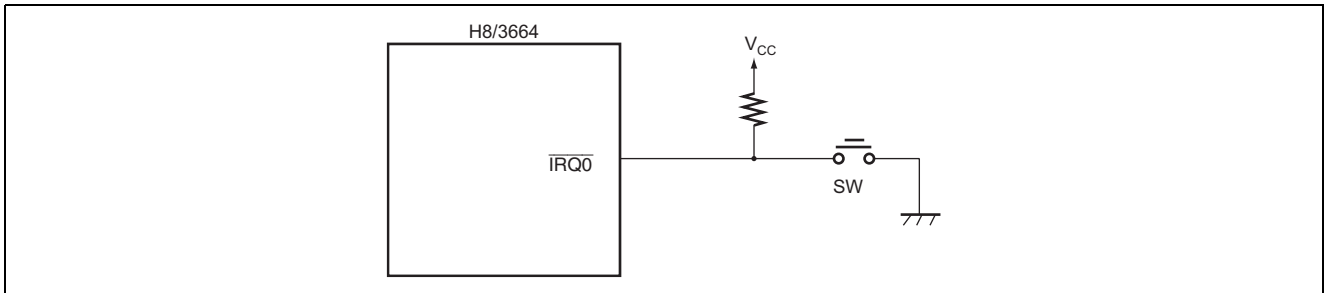

図 1.1 $\overline{\text{IRQ0}}$ 入力端子のスイッチ接続例
4. $\overline{\text{IRQ0}}$ スイッチ (SW) を ON すると、TCWD は初期化せず、TCWD のオーバーフロー時に、内部リセットが発生します。
6. $\overline{\text{IRQ0}}$ 入力端子のスイッチ接続例を図 1.1 に示します。